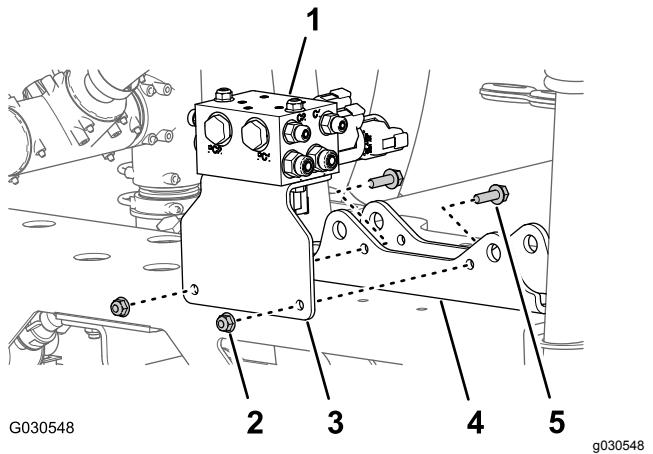

Figura 76
3. Retire las 2 contratuerças con arandela prensada (5/16") y los 2 pernos con arandela prensada (5/16" x 1") que sujetan el soporte del distribuidor de elevación de los brazos al soporte de montaje del cilindro, y retire el soporte y el distribuidor de la máquina (Figura 76).